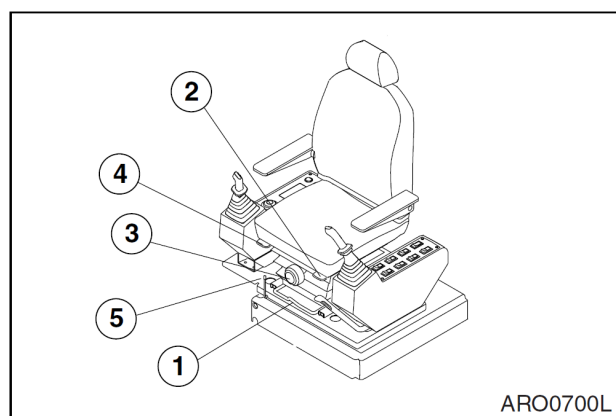

Рис. 83
1. РЕГУЛИРОВАНИЕ ПОЛОЖЕНИЯ ВПЕРЕД / НАЗАД (рис. 83)
Держа рычаг (1, рис. 83), поднять его, одновременно перемещая сиденье вперед или назад в нужное положение. Отпустить рычаг, когда нужное положение достигнуто. Предел регулировки – 160 мм.
2. РЕГУЛИРОВКА НАКЛОНА И ВЫСОТЫ СИДЕНЬЯ (рис. 83)
Нажать рычаг (2, рис. 83) вниз для регулировки угла передней части сиденья.
Потянуть рычаг (2, рис. 83) вверх для регулировки угла задней части сиденья.
3. РЕГУЛИРОВАНИЕ НАГРУЗКИ (РИС. 83)
Поворот ручки (3, рис. 83) вправо уменьшает амортизацию. Поворот ручки влево – увеличивает амортизацию. Отрегулировать в соответствии с весом оператора по круговой шкале индикатора веса. 50-120 кг.
4. РЕГУЛИРОВАНИЕ НАКЛОНА (РИС. 83)
Подняв правый рычаг (4, рис. 83), можно двигать спинку сиденья вперед и назад.
5. ПЕРЕМЕЩЕНИЕ ВСЕЙ КОНСТРУКЦИИ КРЕСЛА ВПЕРЕД /НАЗАД (рис. 83)